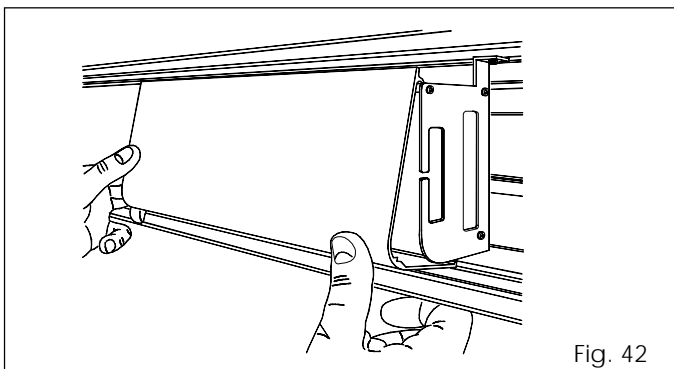

Fig. 42
- Om hem terug te plaatsen, moet hij aan de bovenkant worden vastgehaakt en worden aangedrukt zoals op fig. 42.